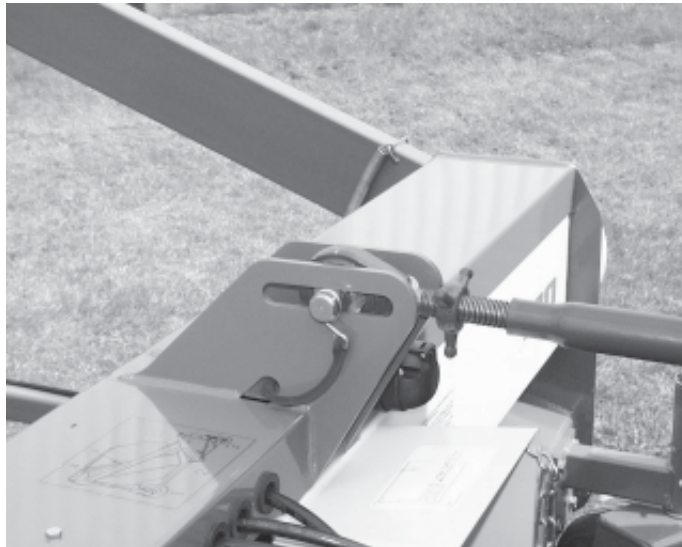

fig. 7
- Fixer le trois-points supérieur et le régler de telle façon que l'axe se situe au milieu du trou oblong (fig. 7). Pour effectuer ce réglage, le tracteur et la machine doivent se trouver sur une surface plane. Le trou oblong dans le «trois-points» supérieur permet au châssis de suivre les déclivités du terrain.